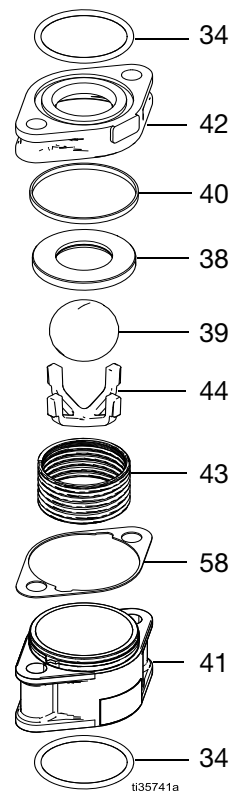

Рис. 9. Сборка корпуса обратных клапанов
1. Установите пружину сжатия (43) в корпус обратного клапана (41).
2. Установите фиксатор шара (44) на пружину (см. Рис. 9 на стр. 12). Вставьте шар (39) в фиксатор шара (44).
3. Установите седло клапана (38) на шар (39), удостоверившись, что канавка направлена вниз к шару (39).
4. Нанесите смазку на прокладку седла (40) и установите ее на корпус седла клапана (42).
5. Установите корпус седла клапана (42) сверху обратного клапана (41) таким образом, чтобы отверстия были направлены примерно на 90° в сторону. Слегка надавите на корпус седла клапана (42) и поверните его таким образом, чтобы он зафиксировался в корпусе обратного клапана (41). Отверстия должны быть выровнены.
6. Нанесите смазку на оба уплотнительных кольца (34) и установите одно кольцо на корпус седла клапана (42), и второе — на корпус обратного клапана (41).
1. Нанесите смазку на уплотнительное кольцо (34) и поместите в секцию распределительного блока сильфонной камеры.
2. Нанесите удаляемый (синий) фиксатор резьбовых соединений Loctite® 243 по всей длине резьбы винтов с колпачком (45, 46). Установите два винта с колпачком (45) с шайбами (47) в нижние фланцевые отверстия впускного распределительного блока и через собранный корпус (41). Собранный корпус см. на Рис. 9.